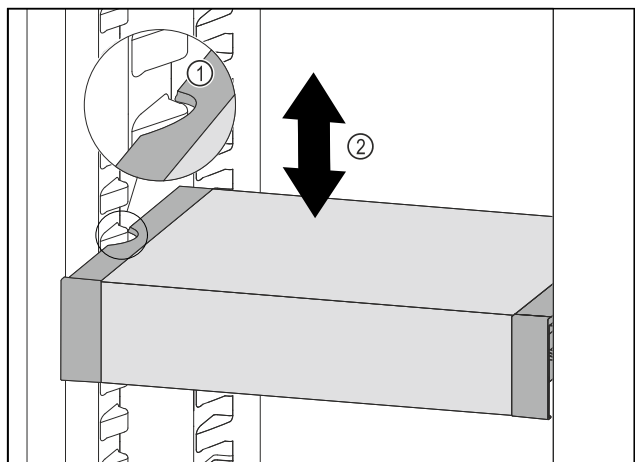

Fig. 195
- ▶ 向前移动 VarioSafe，直到 VarioSafe 两侧的凹槽与冷藏区中的容器肋梁持平。 Fig. 195 (1)
- ▶ 在冷藏区中向上或向下移动 VarioSafe，直至所需高度。 Fig. 195 (2)